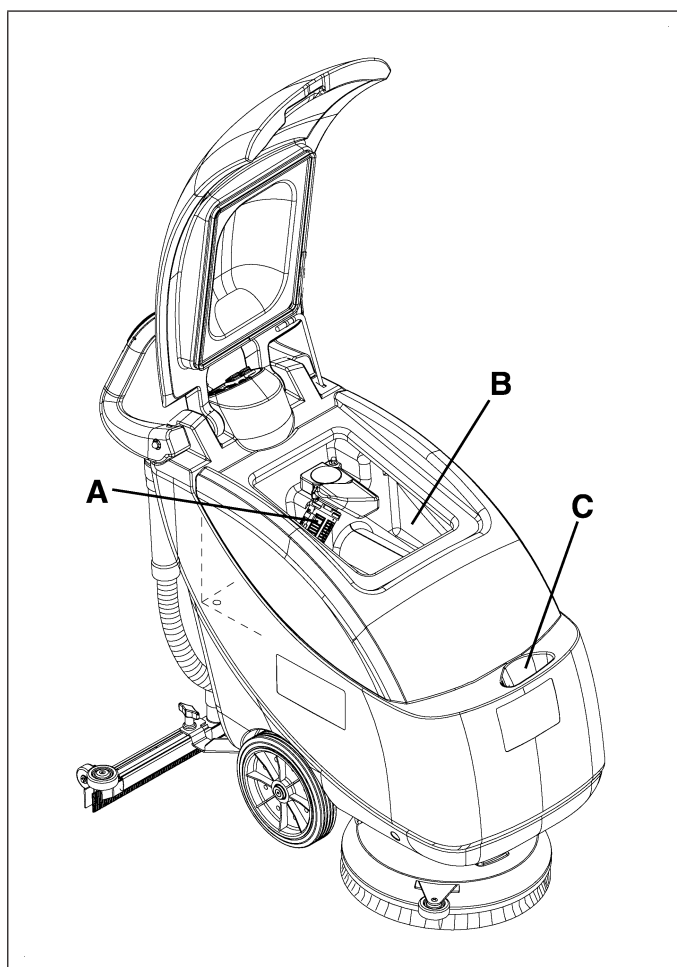

Figure 20
Un sistema de cierre automático de flotador (A, Fig. 20) bloquea el sistema de aspiración cuando el depósito de recuperación (B) está lleno.
Cuando el depósito del agua de recuperación (B, Fig. 20) está lleno, vaciarlo según el procedimiento siguiente.
2. Vaciar los depósitos (B y C, Fig. 20), como indicado en el párrafo antecedente.